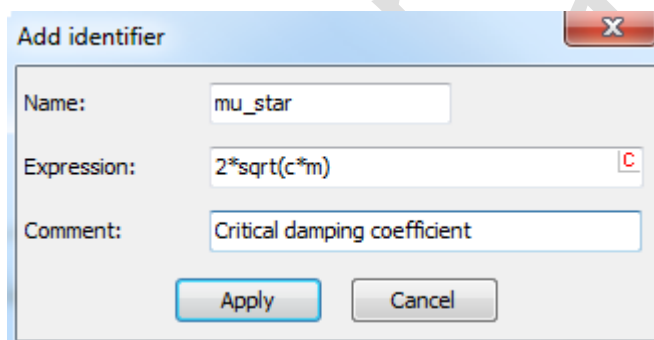

图 2.17 参数符号 mu\_star
3. 以相同的方法再添加一个参数符号 **mu\_star**（临界阻尼系数），定义表达式  $2*\sqrt{c*m}$ ，如图 2.17 所示。